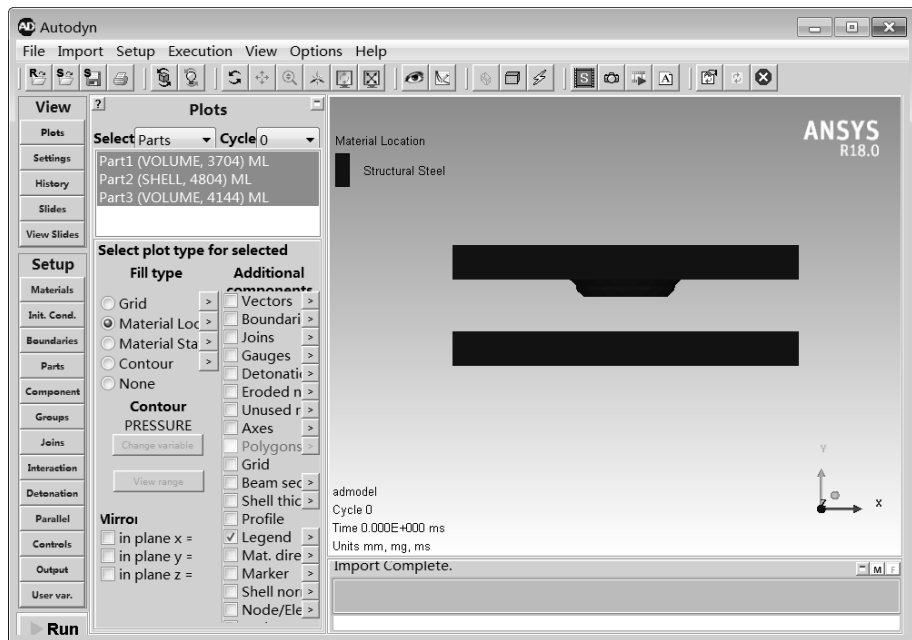

图 11-69 Autodyn 界面
Step3: 图 11-69 所示为 Autodyn 界面, 此时几何文件的所有数据均已经被读入到 Autodyn 软件中, 在软件中只需单击  Run 按钮执行计算即可。